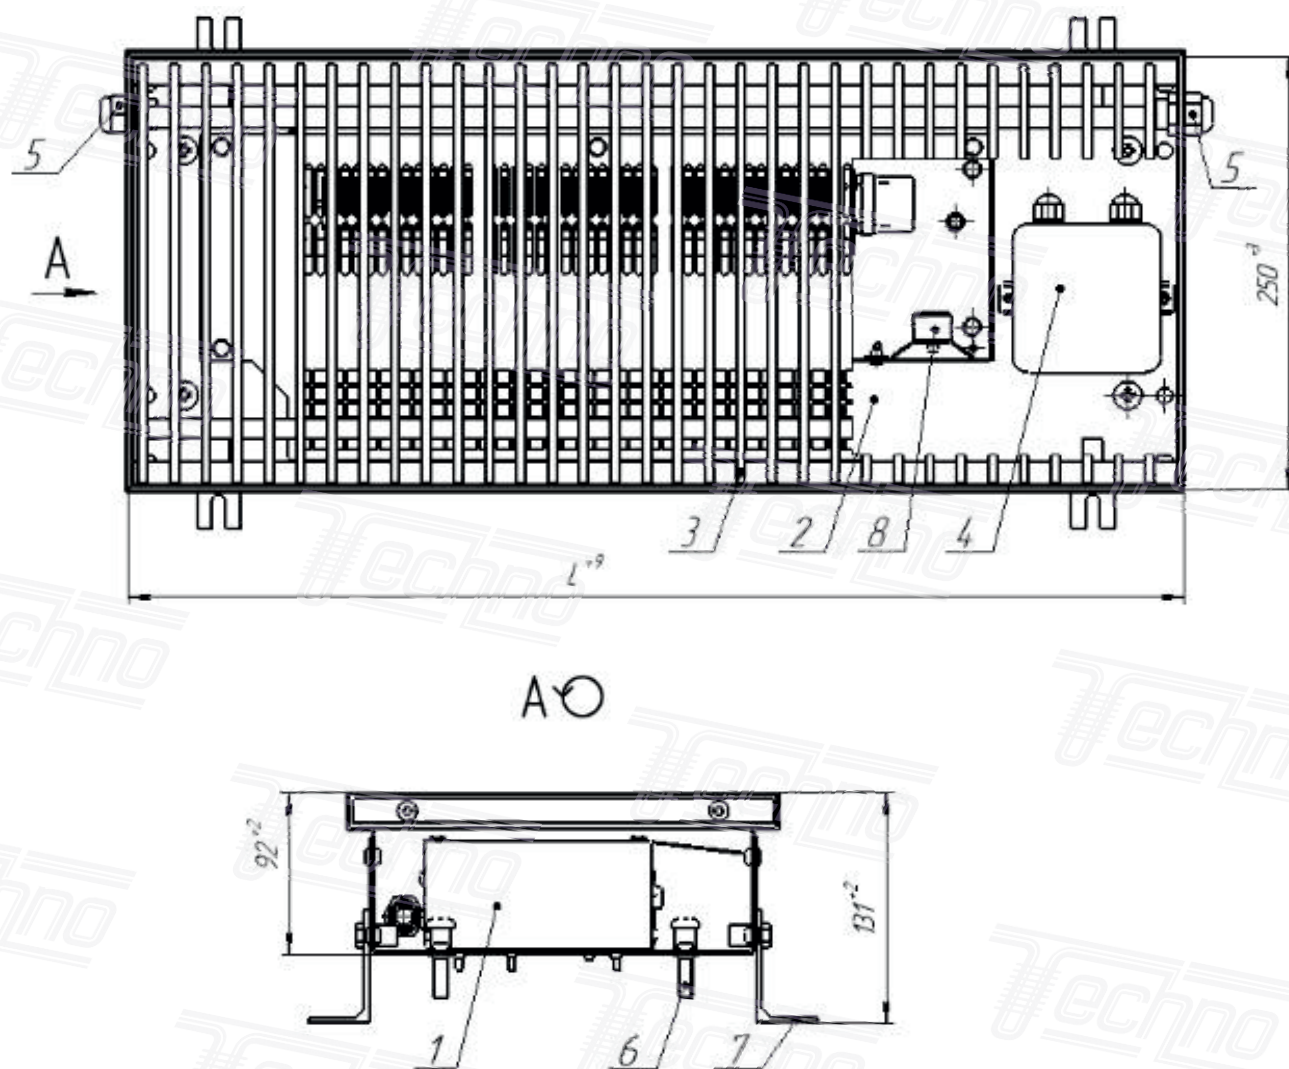

Рис. 1 Общий вид конвектора TechnoElectro KVEV
4.1. Электроконвектор Techno Electro KVEV (рис.1) состоит из корпуса конвектора (2), нагревательного блока (1), декоративной решётки (3).
4.2. Корпус конвектора представляет собой кожух, изготовленный из листовой оцинкованной стали 1,2 мм длиной L (см. табл.1) с боковинами имеющий габаритные размеры, соответствующие указанным на рис.1.
4.4. По бокам корпуса (2) рис.1 расположены крепления для регулировочных ножек (7), которые позволяют регулировать высоту корпуса конвектора от 0 до 40 мм и входят в монтажный комплект.